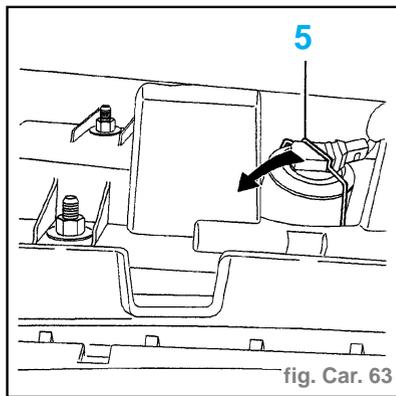

fig. Car. 63
Nota : Lorsque le faisceau est défectueux, il est autorisé de basculer l'épingle de sécurité (5) et ainsi de ne déposer que le faisceau airbag (fig. Car. 63).
- Serrer les écrous (3) à **0,4 daN.m**.